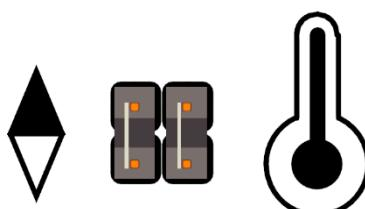

Рис. 4
При подключении термореле с HP(HO) контактами, необходимо установить джамперы X1 в соответствии с рис.4.